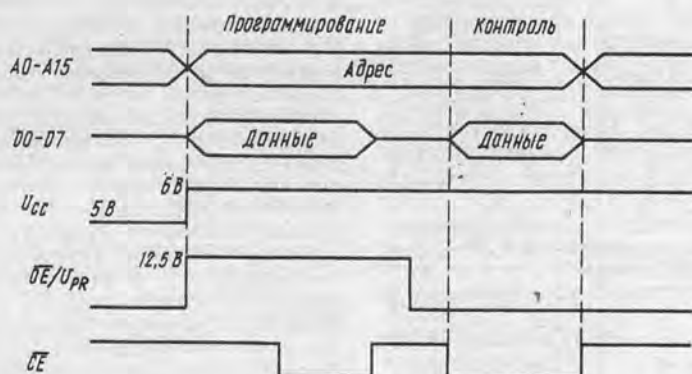

Рис. 3
На рис. 3 приведены временные диаграммы сигналов микросхемы 27512 в режиме программирования. Информация записывается в ПЗУ следующим образом. На адресные входы подается код адреса программируемой ячейки, одновременно на входы-выходы микросхемы поступают данные для записи. Затем повышается напряжение питания микросхемы ( $U_{cc}$ ) до 6 В и подается программирующее напряжение ( $U_{pp}$ ) 12,5 В. После их установки подается импульс записи (CE) нужной длительности. Так как для программирования микросхемы 27512 применяется адаптивный алгоритм, длительность импульса записи равна 1 мс. (При записи информации в КМОП-микросхемы 27С512 программирующее и питающее напряжения устанавливаются равными соответственно 12,75 и 6,25 В). Затем считывается информация по заданному адресу. Для этого снимается программирующее напряжение и подается импульс чтения (OE), со входов-выходов микросхемы считываются данные и сравниваются с оригиналом. Если данные не совпадают, операция записи повторяется, но не более 25 раз. После успешной записи данных дается закрепляющий импульс, и программатор переходит к следующему адресу. Если данные не удалось записать, микросхему считают неисправной. В случае же, если данные записаны по последнему адресу, напряжение питания микросхемы понижается до 5 В, а затем считывается информация по всем адресам, которые были запрограммированы. Совпадение считываемой информации с оригиналом свидетельствует о завершении программирования.